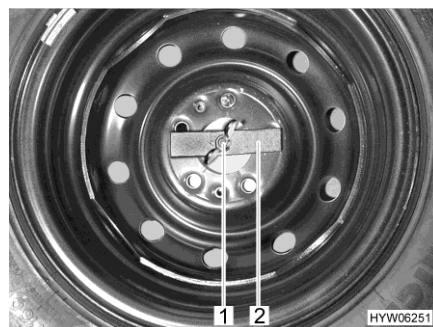

Fig. 187 Rueda de repuesto en el espacio de almacenamiento trasero
- Aflojar con la mano la tuerca de mariposa (Fig. 187,1) y retirarla.
- Retirar la pieza de presión (Fig. 187,2).